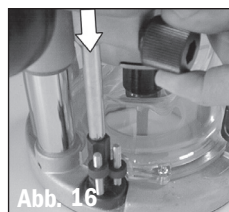

Abb. 16
4. Drehen Sie den Zylinder solange, bis der fest eingebaute Zylinderstab mit dem Tiefenanschlag fluchtet. Lösen Sie den Anschlag, so dass er auf den Zylinder aufliegt und ziehen Sie wieder fest. **Abb. 16**.